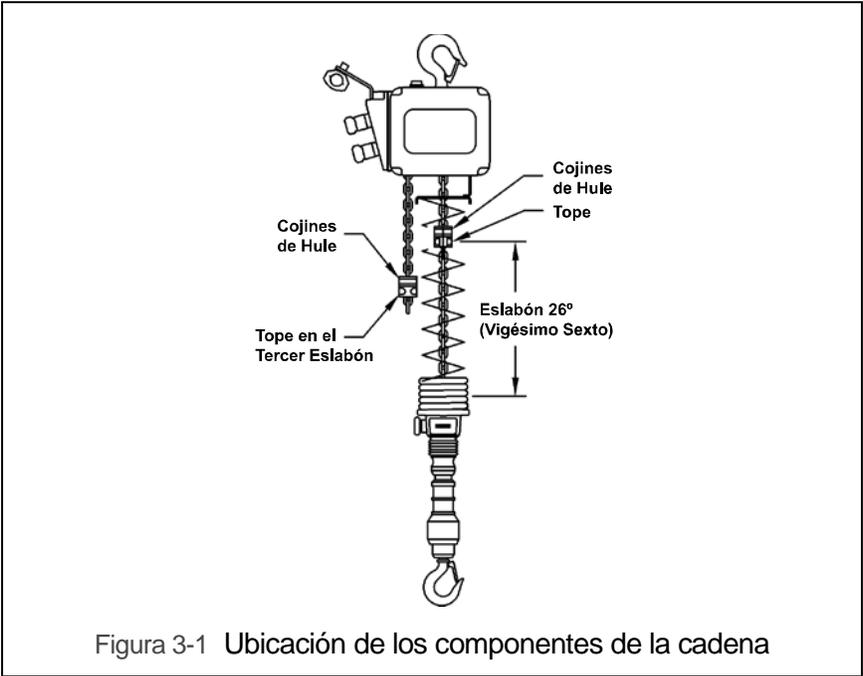

Figura 3-1 Ubicación de los componentes de la cadena
3.2.1 Componentes de la cadena: Consulte la Figura 3-1 y cerciúrese de que los topes y Cojines de Hule estén en la ubicación correcta y adecuadamente instalados. Nunca opere el polipasto con componentes incorrectos, faltantes o dañados.